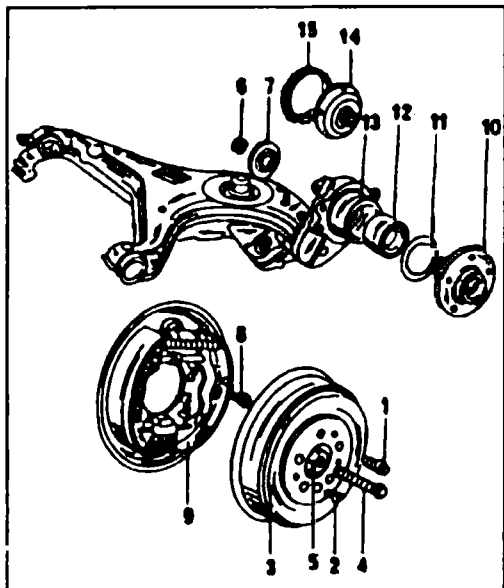
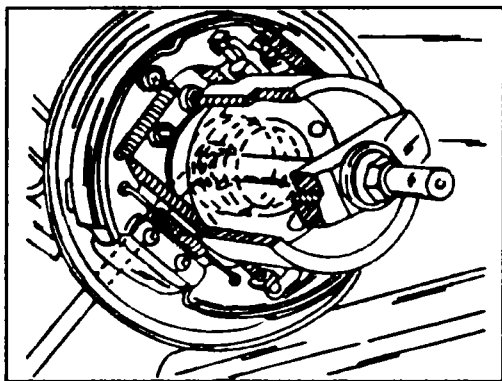

Рис. 7.33 Устройство ступицы колеса
Рис. 7.34 Демонтаж ступицы или подшипника колеса
- ◆ Снимите винтовую пружину как было описано выше, с той лишь разницей, что на этот раз необходимо отсоединить нижнее крепление амортизатора. Демонтаж амортизатора описан выше. Затем, при необходимости, можно вынуть амортизатор. Пометьте положение головки болта (15) относительно кронштейна рычага в кузове.
- ◆ Отверните гайки (16) и (18).
- ◆ Отвернув болт крепления отсоедините кронштейн тяги ручного тормоза (25).
- ◆ Если установлена система АБС надо вывернуть болты, крепящие колесный датчик (31), и вынуть этот датчик из рычага. Конец датчика обмотайте лентой, чтобы защитить от повреждения и грязи.
- ◆ Снимите тормозной барабан, как описано в главе 9, а затем тормозной щит (5) (рис. 7.33). Тяга стояночного тормоза не требует отсоединения, но необходимо отсоединить тормозной шланг.
На рис. 7.33 показано устройство и размещение ступицы колеса в продольном рычаге. Ступица и подшипник колеса удерживаются в посадочном отверстии рычага при помощи длинного болта с гайкой и прижимного диска. Для снятия и установки ступицы и подшипников колес используются специальные приспособления, но в случае необходимости, можно, например, ступицу колеса, а также подшипник, установить или выбить при помощи молотка и мощного стержня. Вторая возможность - это снятие рычага способом, описанным в разделе 7.2.3, и установка ступицы и подшипников при помощи пресса. Ниже описан ремонт и замена при помощи специальных приспособлений.
◆ Вытяните ступицу колеса из подшипников колеса и рычага. Если Вы хотите использовать для этого съемник, он должен иметь конструкцию, показанную на рис. 7.34. В противном случае придется использовать стержень и молоток. Стержень надо приставить к ступице сзади.
◆ Из отверстий для подшипника в продольном рычаге выньте большое стопорное пружинное кольцо (11) (см. рис. 7.33). Если для демонтажа подшипников будет использован съемник, его необходимо установить так, как показано на рис. 7.34, лапы съемника при
Если в автомобиле установлена система АБС, то на прижимном диске (14, рис. 7.33) устанавливается зубцовое кольцо датчика частоты вращения. Чтобы его снять необходимо воспользоваться съемником. Во время сборки установите зубцовое кольцо так, чтобы его фаска была направлена в сторону подшипников колеса.
♦ Вставьте в отверстие ступицы длинный болт (4, рис. 7.33) и установите с противоположной стороны прижимной диск (7) или (14) в зависимости от исполнения. Наверните гайку (6). Это самоконтрящаяся гайка и она должна каждый раз заменяться.